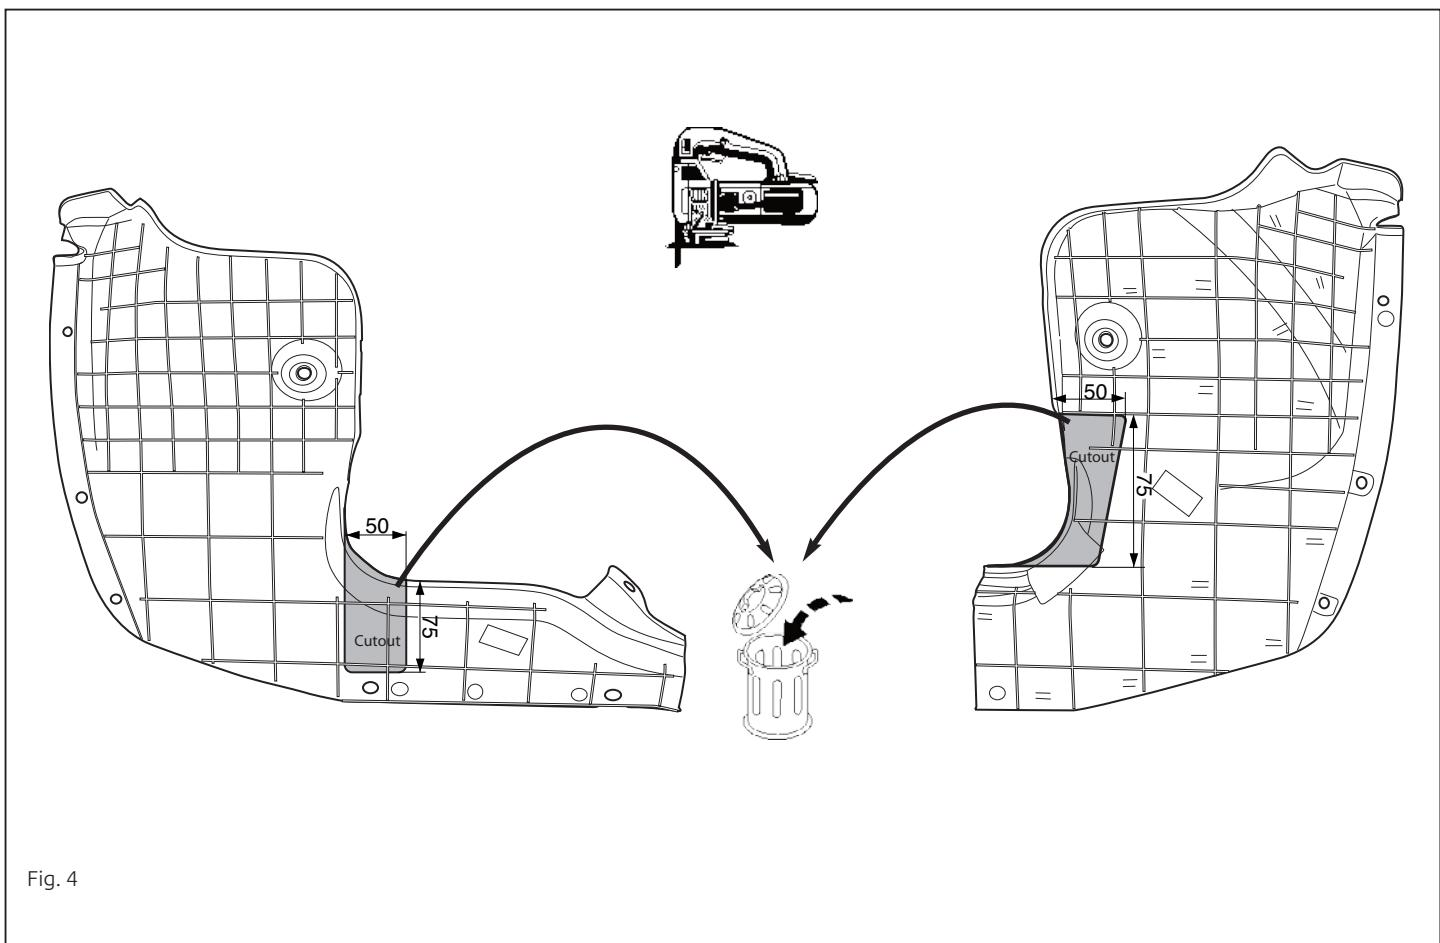

Fig. 4
4. Saw out the portions as indicated in fig. 4.
4. Gemäß Abb. 4 die Angelebenen Teil herausssägen.
4. Scier les parties indiquées conformément à la figure 4.